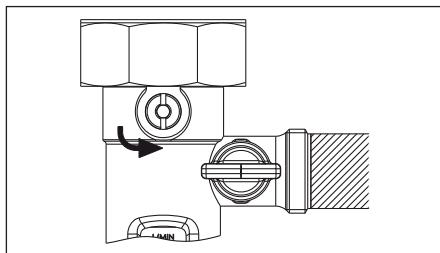

Fig. 6.19 Posizione vite di regolazione
- Aprire la valvola a sfera superiore sul misuratore di portata girando la vite di regolazione in posizione verticale (Fig. 6.19).